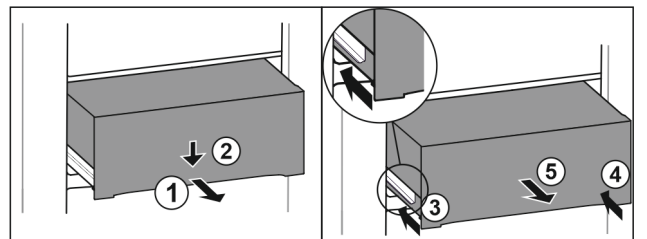

Fig. 81
- ▶ Schubfach halb herausziehen. Fig. 81 (1)
- ▶ Schubfach an der Vorderseite nach unten drücken. Fig. 81 (2)
- ▶ Linke Schiene etwa 2 cm einschieben. Fig. 81 (3)
- ▶ Rechte Schiene etwa 2 cm einschieben. Fig. 81 (4)
- ▶ Schubfach nach vorne entnehmen. Fig. 81 (5)